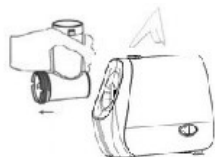
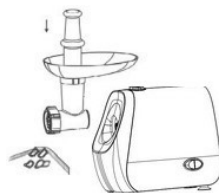

Рис. 2
Рис. 3
- Для снятия головки мясорубки (7), нажмите на кнопку фиксатора (3) и поверните головку мясорубки (7) по часовой стрелке (рис. 2).
- Вставьте шнек (8) в корпус головки мясорубки (7).
- Установите крестообразный нож (9).
- При установке ножа (9) следите за тем, чтобы режущие кромки ножа (9) были направлены к решётке (10). Если нож будет установлен неправильно, он не будет выполнять функцию рубки мяса.
- Решётка (10) с мелкими отверстиями может использоваться для переработки как сырого, так и приготовленного мяса, рыбы и т.п.
- Решётка (10) со средними отверстиями может использоваться для переработки сырого мяса, рыбы, овощей, сухофруктов, сыра и т.п.
- Для получения более крупного фарша используйте решётку (10) с крупными отверстиями.
- Установите на головку мясорубки (7) лоток для продуктов (6) (рис. 3).
- Включите мясорубку, установив переключатель режимов работы (1) в положение «ON».
- Во время работы используйте только толкатель (5), входящий в комплект поставки (рис. 3). Не прилагайте чрезмерных усилий для проталкивания мяса или других продуктов.
- После окончания работы, выключите мясорубку, установив переключатель режимов работы (1) в положение «О», выньте вилку шнура питания из электрической розетки, после этого приступайте к её разборке.
- Для разборки головки мясорубки (7), открутите гайку (11) поворачивая её против часовой стрелки, выньте из корпуса головки мясорубки (7) установленную решётку (10), выньте крестообразный нож (9) и шнек (8).